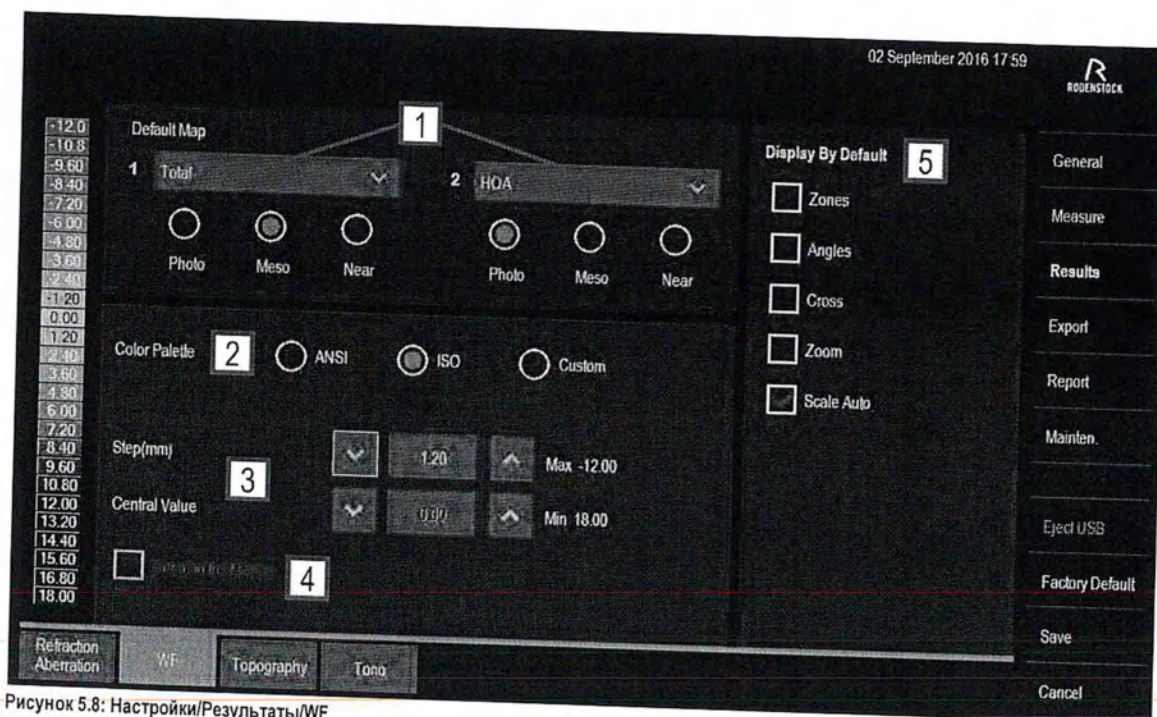

Рисунок 5.8: Настройки/Результаты/WF
В подвкладке "WF" (Рисунок 5.8) вы можете выбрать, какая из карт аберраций будет отображаться на экране результатов (1). В меню вы можете выбрать между аберрациями низших порядков или высших порядков (HOA) для режимов измерения "Фото", "Мезо" или "Вблизи". Кроме того, здесь также можно определить настройки цветовой палитры, центрального значения и шага цветовой шкалы, а также вид отображения.